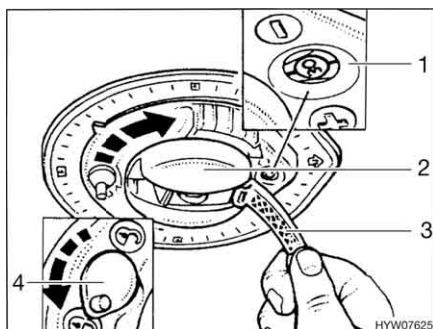

Fig. 15 Regolazione dell'angolo di inclinazione
- Ruotare eventualmente il bloccaggio (Fig. 15,4) del dispositivo di rilevamento in posizione "V".
- Ribaltare la maniglia (Fig. 15,3) della manovella (Fig. 15,2).
- Ruotare la manovella in senso orario servendosi della maniglia finché nella finestra di controllo (Fig. 15,1) è visibile il grado di inclinazione rilevato.
- Ruotare la manovella in senso antiorario servendosi della maniglia finché nella finestra di controllo (Fig. 15,1) non è visibile una casa nera "H". Quando l'antenna è completamente abbassata si incontra resistenza.